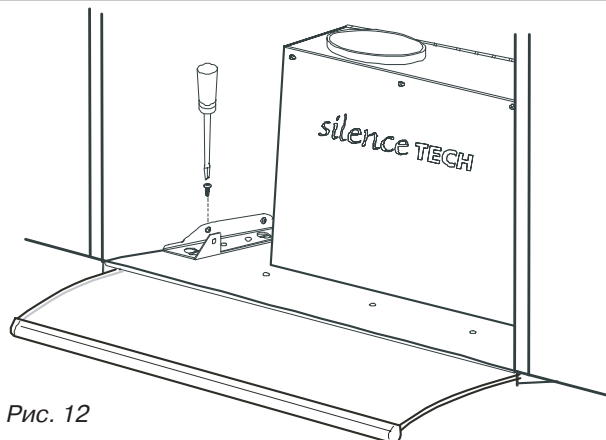

Рис. 12
- 8 Предохранительные винты монтируйте так, как показано на рис. 12.
- 6 Установите предохранительные винты так, как показано на рис. 12.